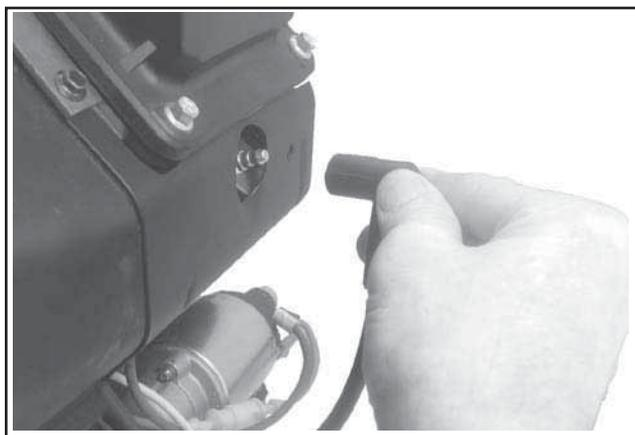

Figure 9-1. Déconnecter les deux câbles d'alimentation des bougies.
1. Déconnecter les câbles d'alimentation des bougies. Voir la Figure 9-1.